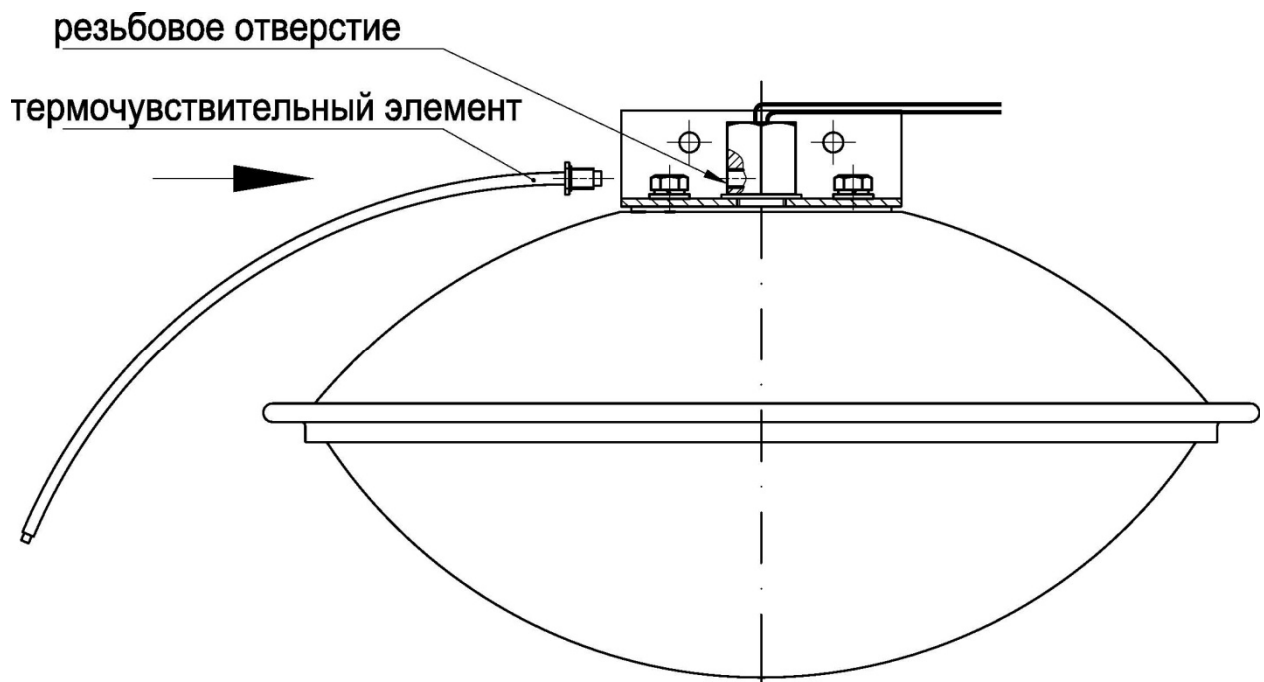

Рисунок 4 - Замена поврежденного термочувствительного элемента или с истекшим сроком службы.
- 7.2.1 Замена поврежденного термочувствительного элемента или с истекшим сроком службы (см. рис. 4):